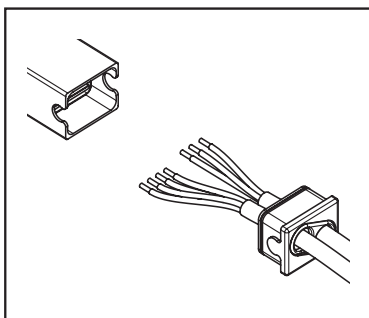

fig.4 Cavo motore e cavo di alimentazione
4. Spelare il cavo del motore e il cavo di alimentazione per circa 3 cm e poi i singoli conduttori per circa 6 mm (fig. 4).